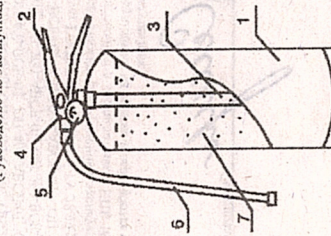

Рис. 1
4.1. Огнетушитель (рис. 1) состоит из корпуса 1, наклонного огнетушащим порошком 7. На корпусе закреплено закрывающее устройство 4 с индикатором давления 5. ЗПУ оставлено ручкой для переноски огнетушителя и ручкой для управления подачей порошка 2. Огнетушитель оснащен сифонной трубкой 3, гибким рукавом 6 (кроме ОП-1, ОП-2, ОП-3) и распылителем для получения факела распыла порошка. Огнетушитель оснащен чехлом для предохранения саморазрядчика. 4.2. Принцип действия огнетушителя основан на использовании энергии нажатия на корпус порошка. 4.3. Для приведения в действие огнетушителя необходимо выдернуть чехол, нажать на ручку закрывающего устройства до упора.